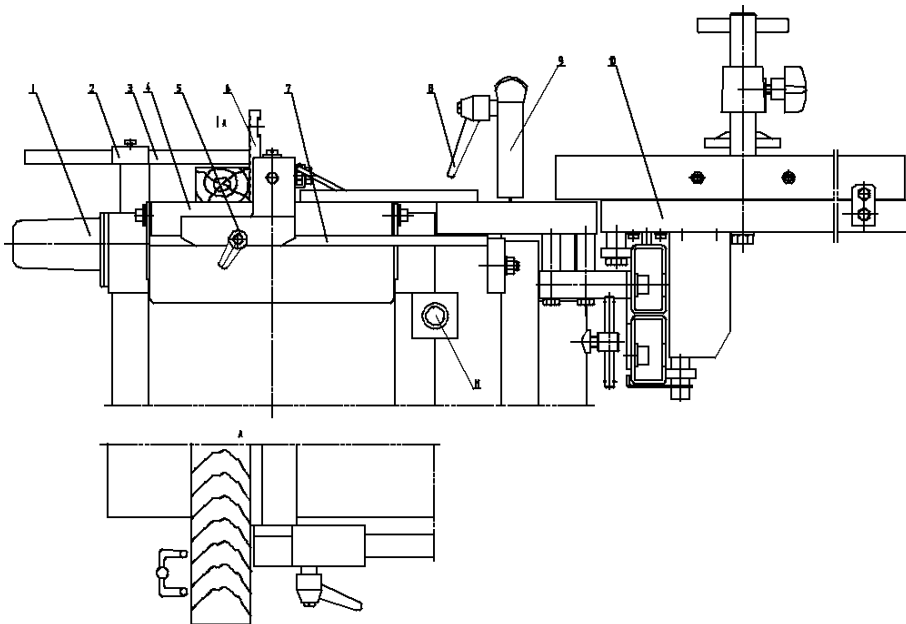

Рис.9
Строгание поверхности (Рис.9)
Предупреждение: Поверните гладкую поверхность направляющей 7 влево (Рис.9) для демонтажа пилы, сверла и кожуха фрезы.
- Оператор во время работы занимает положение, указанное на Рис. 9.
- В случае внезапной неполадки или несчастного случая нажмите кнопку Е (11).
шпинделя 1 и крышку 9 (Рис.9)
- Снимите лезвие пилы, поставьте крышку 9, как показано на Рис. 9. Закройте вал направляющей 3.
- Снимите кожух вала 1 (Рис.9).